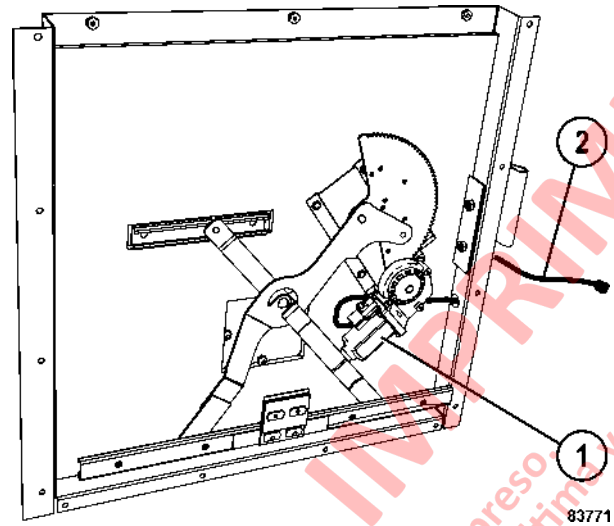

FIGURA 2-16. REGULADOR DE VENTANA
3. Desconecte el arnés del regulador (2, figura 2-16) en la ventana (del motor) regulador (1).
7. Conecte el arnés del regulador (2, figura 2-16) al motor del regulador de la ventana (1).